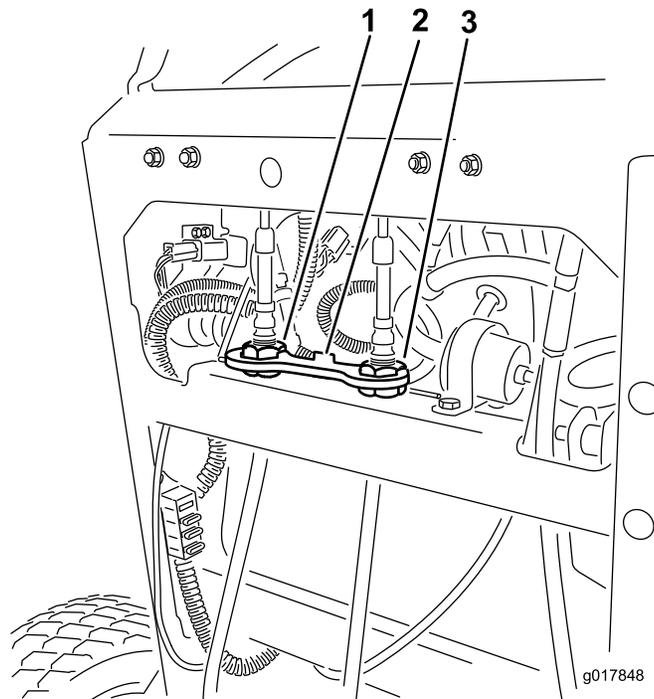

Рисунок 70
6. Установите фиксатор тросов на регулировочные гайки тросов для фиксации выполненной регулировки (Рисунок 70).